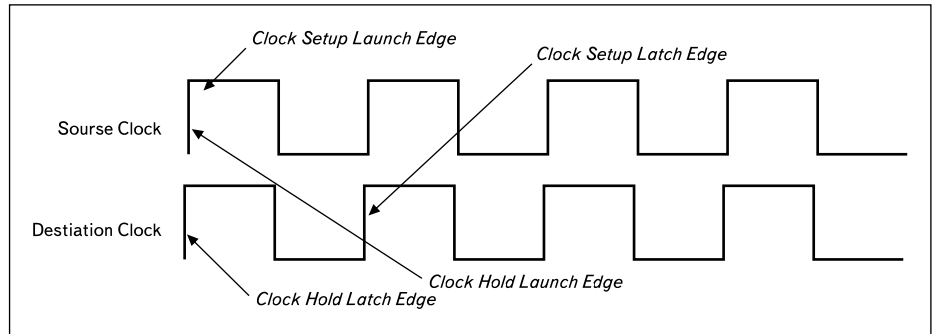

Рис. 8. Фронты тактового сигнала, используемые для временного анализа одноцикловых синхронных путей
**Clock**) сигнала. Анализ проводится на выполнение условий по *tsu/th* триггера-приемника, и для него вводится понятие запускающего фронта (**Launch Edge**) и защелкивающего фронта (**Latch Edge**) тактового сигнала. На рис. 8 изображены все соотношения фронтов тактовых частот для временного анализа одноцикловых путей. Многоцикловые пути и их временной анализ будут рассмотрены позже.